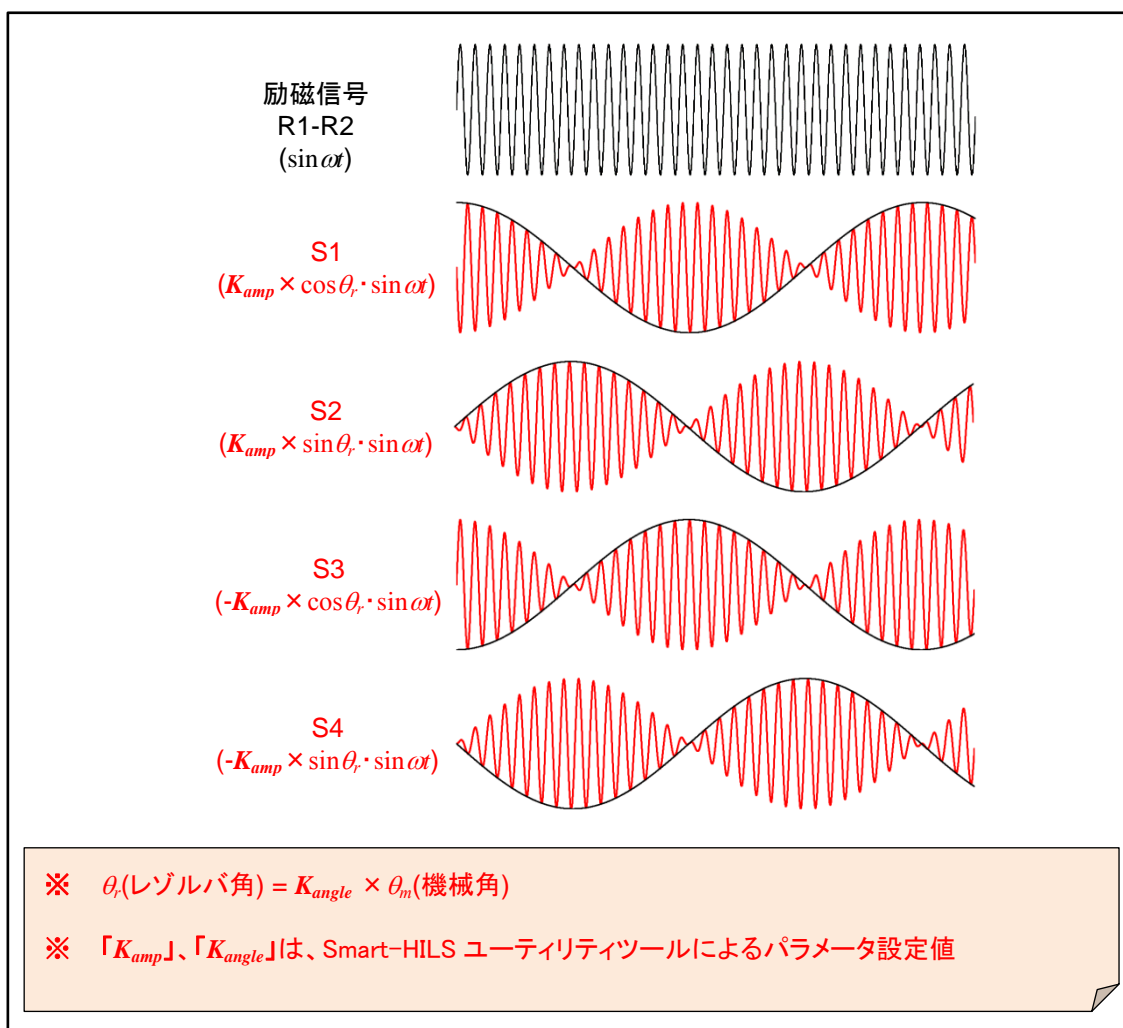

図 4-4 レゾルバ信号(S1~S4)
③ アナログ信号回路(アンプ)
④ 励磁信号回路(アンプ)
⑤ レゾルバ信号回路(アンプ、絶縁など)
- レゾルバ信号の出力は、AGND を中心とした $\pm 10V$ の範囲です。レゾルバ信号は、励磁信号と sin,cos を乗算した信号です。(図 4-4)
⑥ その他出力回路